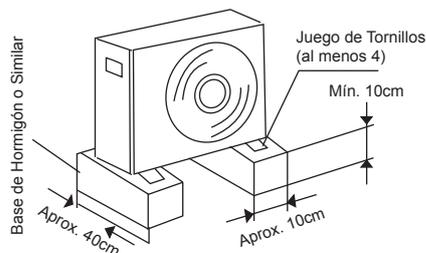

Fig.7.2
4. Haga una base fuerte (tablero hecho de hormigón o similar de 10X40 cm2). El electrodoméstico debería estar ubicado a no menos de 10 cm de altura para evitar que se moje o se oxide. De lo contrario, puede causar daños en el electrodoméstico o reducir su vida útil (Fig 7.2)